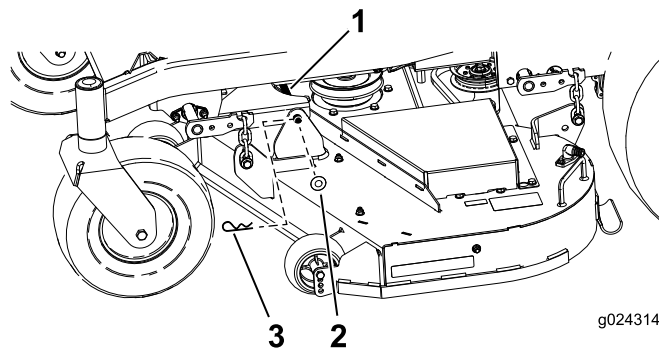

Figura 74
1. Rimuovete la coppiglia e la rondella che fissano il perno d'attacco al telaio e al piatto e rimuovete la barra d'attacco (Figura 74).
9. Fissate il perno d'attacco con le coppiglie e le rondelle rimosse in precedenza (Figura 74).